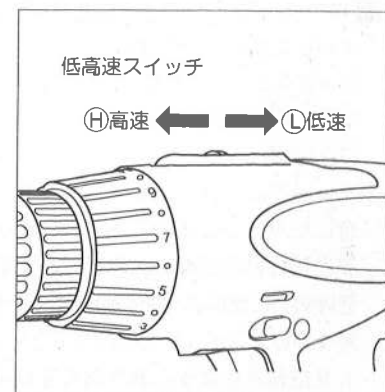

図5
- 本機は高速と低速に切り替えるスイッチがついています。高速のときはH、低速のときはLにセットして下さい。(図5参照)